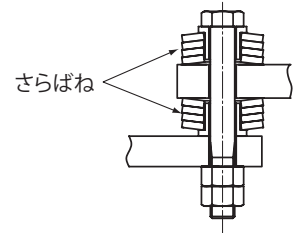
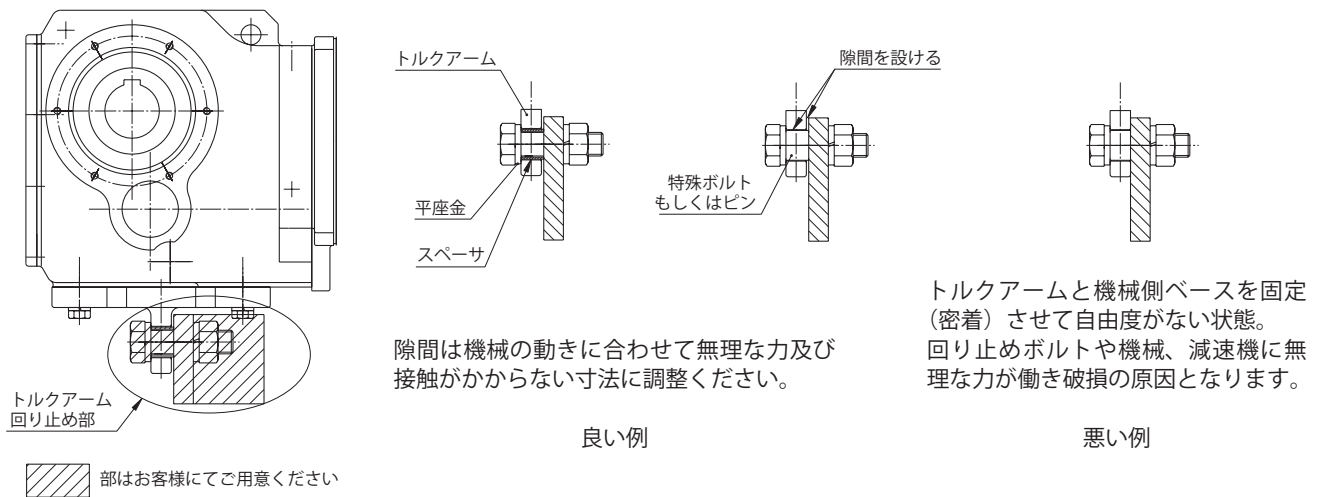

図 5-12 さらばね
図 5-13 回り止めの例 (アタッチメントタイプトルクアーム)
- ① トルクアームは、ケーシングの被動機械側に取り付けてください。
- ② トルクアームの回り止め部(図 5-13、5-14 参照)には、ケーシングと被動軸の間に余計な力がかからないように、自由度をもたせてください。(回り止め部はお客様にてご用意ください。)
- ③ 回り止めボルトなどでトルクアームを固定することは、絶対に行わないでください。
- ④ 始動・停止頻度が多い場合や正逆の繰り返し運転などの場合は、トルクアームと取付ボルト(またはスペーサ)の間に緩衝材としてさらばね(図 5-12 参照)を取り付け、衝撃を緩和するような処置をしてください。
- ⑤ ボルトは強度区分 10.9 (JIS B 1051) 以上のものを使用してください。
- ⑥ トルクアームを設置される際には、ボルトのゆるみ止めを必ず実施してください。(ばね座金やUナットの使用、ねじゆるみ止用接着剤の塗布など。)